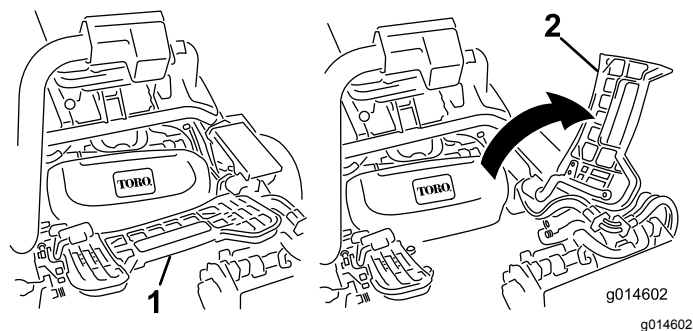

Figura 11
7. Per installare l'apparato di taglio centrale, sollevate il poggiaiedi e ruotatelo, per consentire l'accesso alla posizione dell'apparato di taglio centrale (Figura 11).